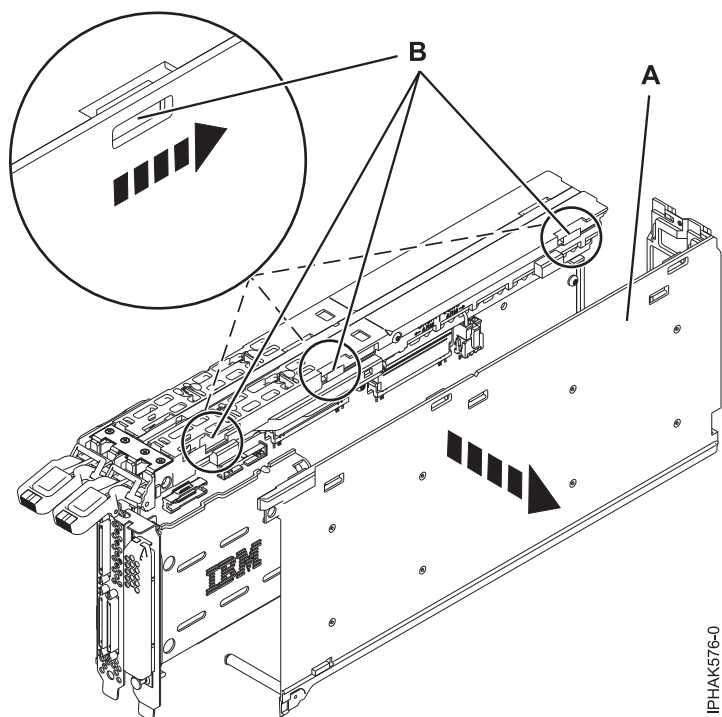

図 72. カバーの取り外し
- a. タブがそれぞれの穴から外れる (B) まで、ロッキング・アームから逆方向にカバーをスライドさせます。91 ページの図 72 を参照してください。
- b. カバーをアダプター (A) から引き離します。91 ページの図 72 を参照してください。